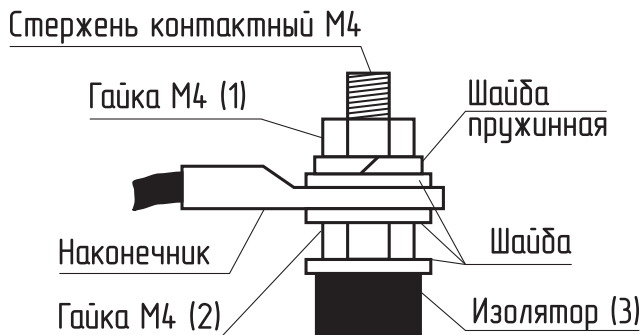

Рис. 18 Присоединение проводов к выводам блок ТЭН
- Гаек на контактных стержнях ТЭН с усилием 1,8 Нм (см. **Рис. 18**);
- При замене блока ТЭН присоединение фазных проводов к выводам блока ТЭН производить согласно **Рис. 18**. Сечение кабеля указано в **Табл. 2** и **Табл. 3**;
- Провод нейтрали «N» подключить на перемычку блока ТЭН (**Рис. 18**).